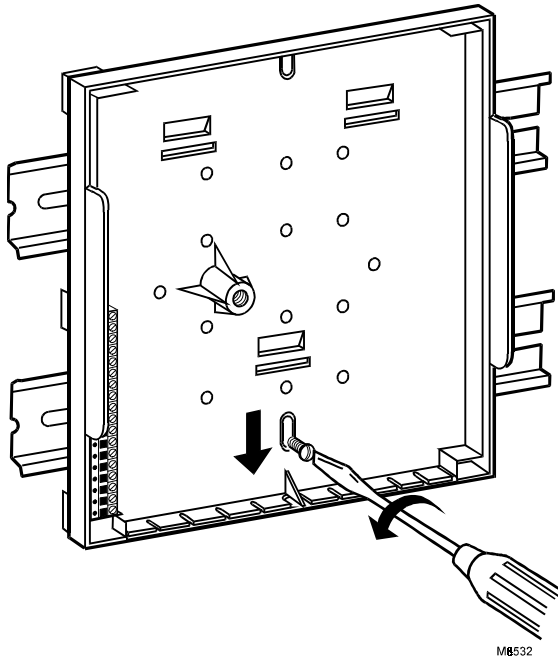

Fig. 5. Mettre en place l'embase.
- ② Desserrer la vis située sur le fond de l'embase et mettre en place l'embase sur les rails DIN à l'aide des ailes en plastique situées à l'arrière de l'embase. Voir Fig. 5.